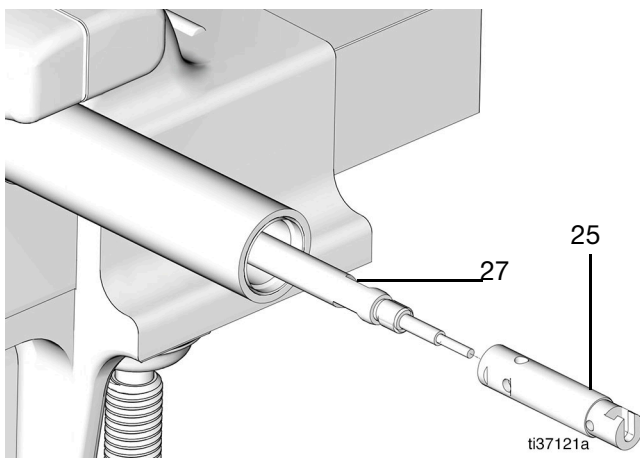
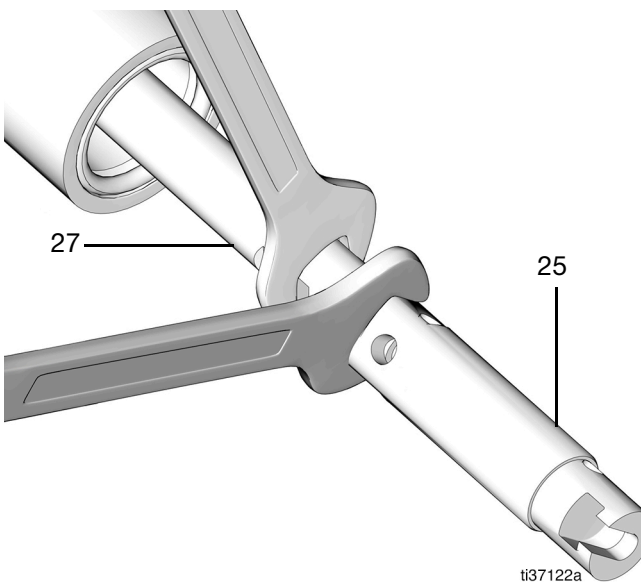

FIG. 57
FIG. 58
- Appliquez un composé de colle pour filetages de force moyenne sur les filetages de la tige de pompe (27).
12. Placez le piston de pompe (25) sur l'extrémité de la tige de pompe (27) et serrez avec des clés (couple 13,6 N•m) (FIG. 57 et FIG. 58).